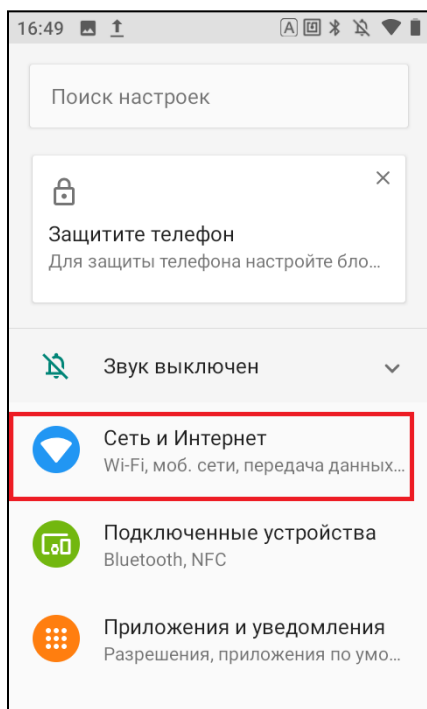

Рис. 4.15 Настройка подключения по Wi-Fi
- 2) Нажать кнопку «Сеть и Интернет» (Рис. 4.15);